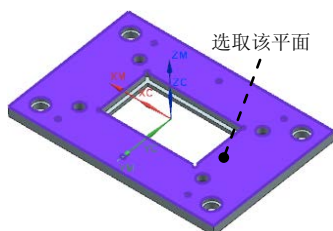
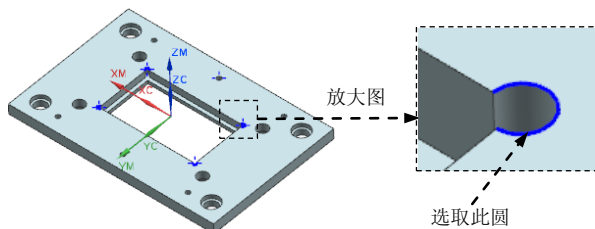

图 11.24 选取面
图 11.25 指定钻孔点
Step2. 在图形区选取图 11.24 所示的面，单击“选择面”对话框的 **确定** 按钮，系统返回到“点位选择”对话框，然后在绘图区域选取图 11.25 所示的 4 个孔，单击 **确定** 按钮，单击“点到点几何体”对话框中的 **优化** 按钮，然后单击 **最短刀轨** 按钮，单击 **优化** 按钮，单击 **接受** 按钮，单击“点到点几何体”对话框中的 **确定** 按钮，返回“钻”对话框。